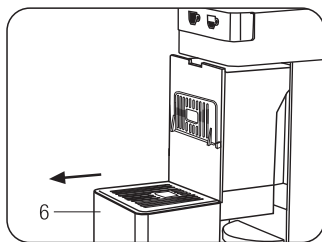
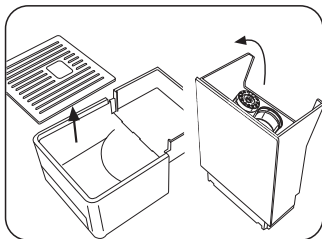

Fig. 11
Fig. 12
Il porta capsule può contenere al massimo 8 capsule, è quindi opportuno svuotarlo regolarmente per evitare che le capsule si incastrino. Per fare questo occorre estrarre il porta capsule (6) (**Fig. 11**) Svuotare il porta capsule e risciacquare. Pulire la vaschetta e la griglia dai residui di acqua e caffè. Una volta pulito, rinserire la vaschetta con il porta capsule (**Fig. 12**)